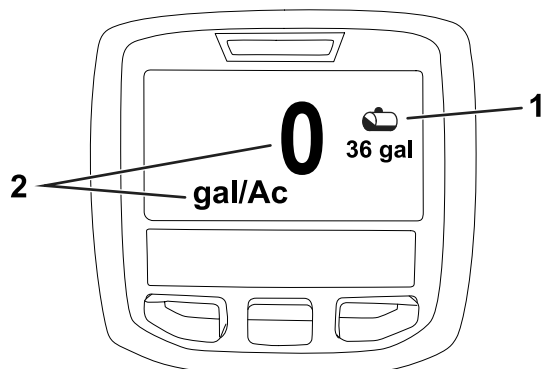

Figura 20
2. Apăsați butonul de selectare dreapta pentru a naviga la ecranul pentru volumul rezervorului de pulverizare (Figura 20).